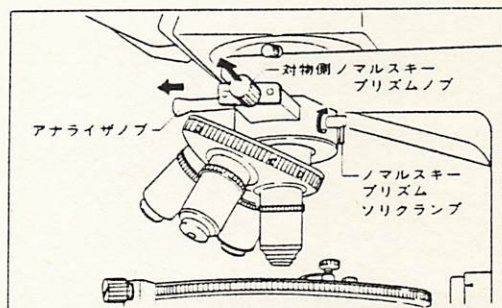

図13
- 2) アナライザノブを引いて、アナライザを光路より外し、ノマルスキープリズムソリクランプを緩めてから、対物側ノマルスキープリズムを引いて、光路より外します。(図13)